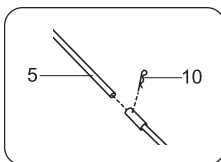

рис. 7
Совместите отверстия на ручке (5) с отверстиями на штоке поворота выпускного желоба. Вставьте штифт (10) (см. рис. 7).